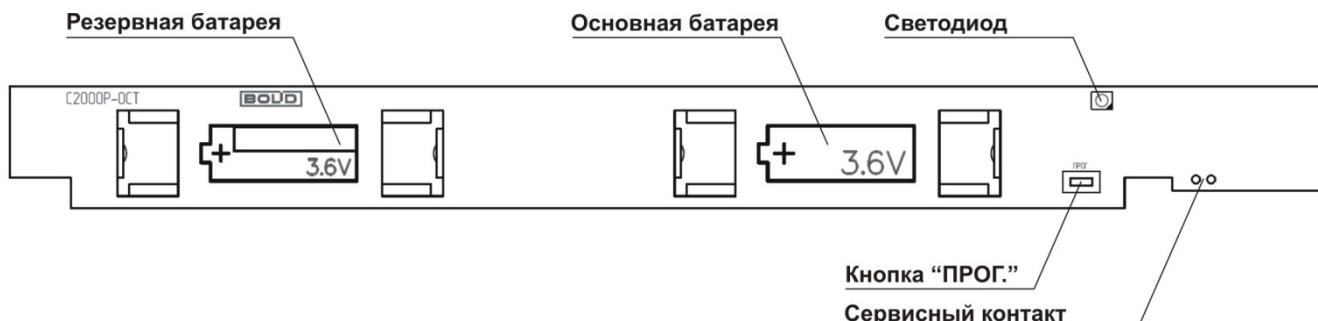

Рисунок 2.2 Расположение элементов на плате
На плате оповещателя располагаются элементы питания и органы управления прибором (см. Рисунок 2.2):
- Зажать кнопку «Прог.» на плате оповещателя (см. Рисунок 2.2) на время более 3 секунд.
Тест качества связи запускается посредством короткого нажатия на кнопку «Прог.» на плате прибора (см. Рисунок 2.2). Запуск процедуры может занимать до 2 секунд, при этом прибор осуществляет анализ радиоэфира и регистрацию на оптимальном ПКП или ретрансляторе.
- Отключите все источники питания и зажмите кнопку «Прог.» на плате устройства (см. Рисунок 2.2) до полной разрядки конденсаторов (5-10 с).
- Подайте питание при замкнутом Сервисном контакте (см. Рисунок 2.2).